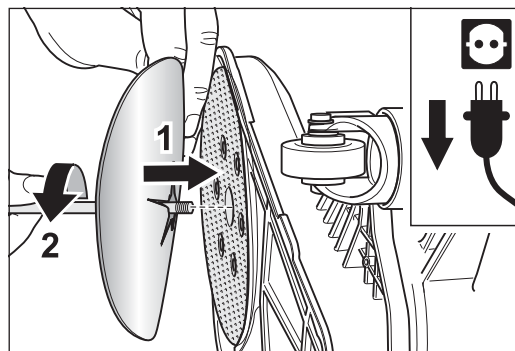

Fig. 12 ... y colocar el nuevo disco de lijado volviéndolo a montar.
- 6 Coloque un nuevo disco de lijado y fije el tornillo de sujeción con la arandela tensora de papel en el plato de lijado (Fig. 12).
- 7 Con la ayuda de la llave múltiple enrosque el tornillo de sujeción en el plato de lijado (Fig. 12) y tenga en cuenta que el disco de lijado debería quedar sujeto lo más al centro posible de dicho plato.